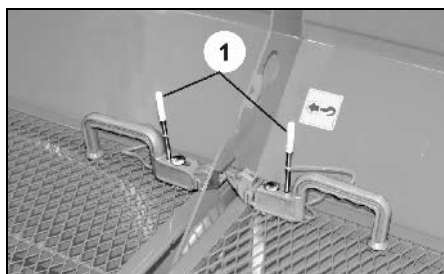

Fig. 6
- (Fig. 6/1) Förvaringsläge (standardposition)